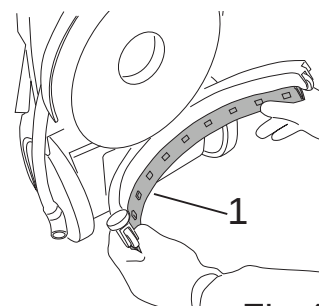

Fig.43
- Puxe as lâminas; deste modo, extraí-se o grupo (Fig.43-Ref.1).